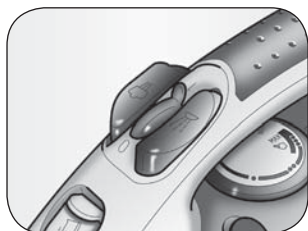

Fig. 2
- 1 Den Wählschalter für Dampfregulierung (D) auf "0" stellen (Fig. 2).